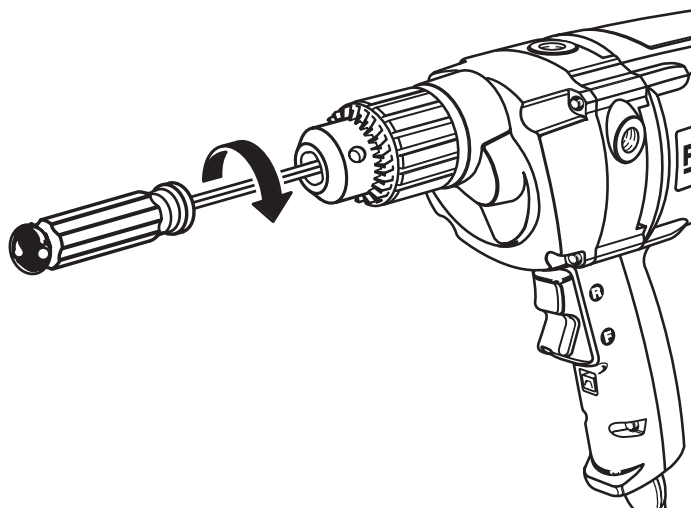

Fig. 11
- Ouvrir les mors et retirer la clé hexagonale. Retirer la vis du mandrin en la tournant vers la droite avec un tournevis. Voir la figure 11.